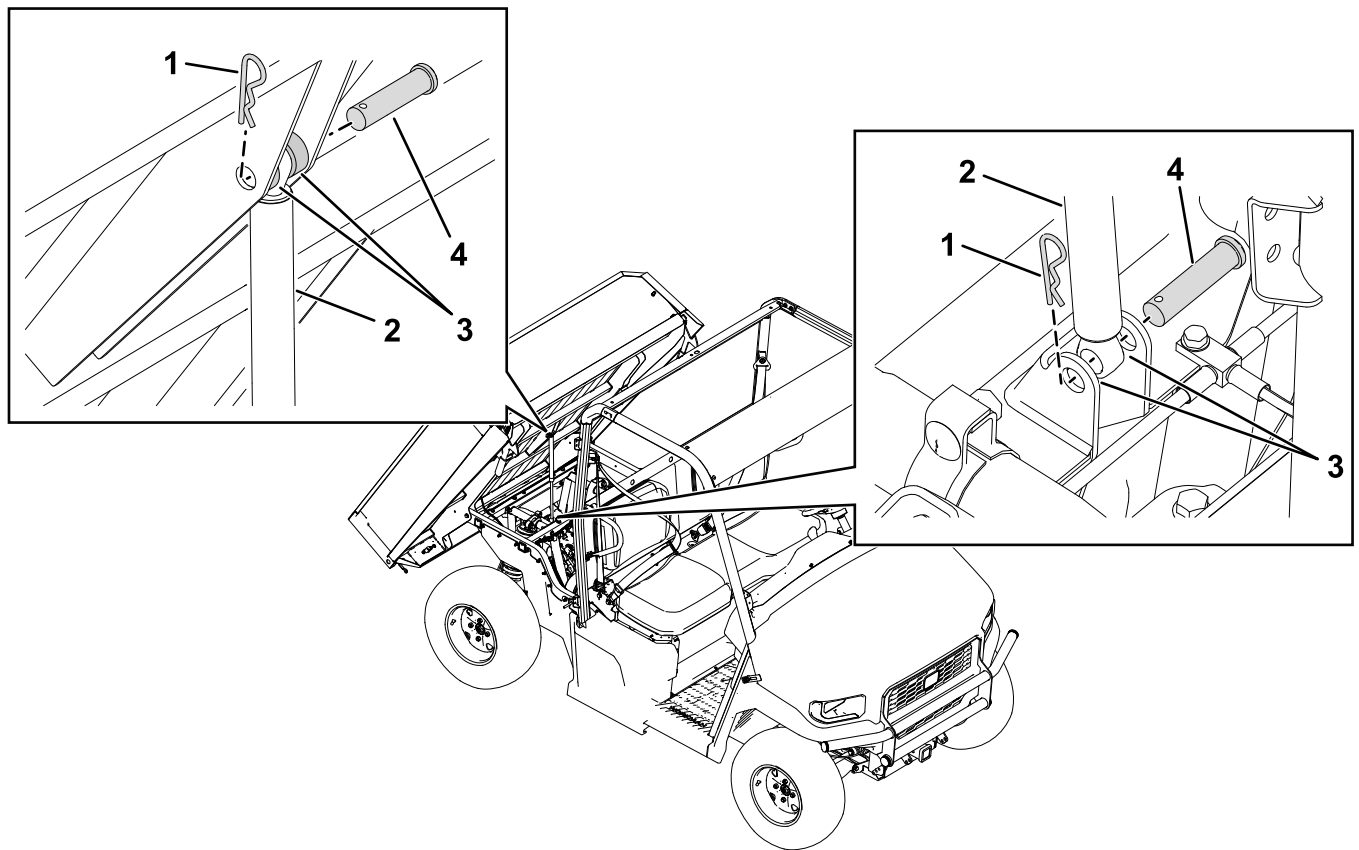

Figura 5
2. Retire los pasadores de horquilla, las chavetas y los espaciadores que fijan el cilindro existente a la plataforma y al bastidor de la máquina (Figura 5).